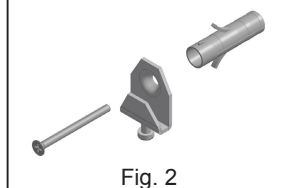

Fig. 2
- а) 2 выровнивающих крюка с креплением на клиновые анкера в комплекте (Рис. 2).